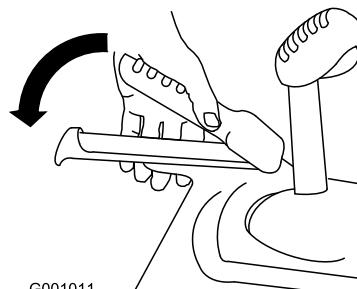

Bild 19
3. Drücken Sie den linken Hebel (Fahrantrieb) zum Handgriff (Bild 19).
6. Drücken Sie den linken Hebel (Fahrantrieb) zum Handgriff (Bild 19).